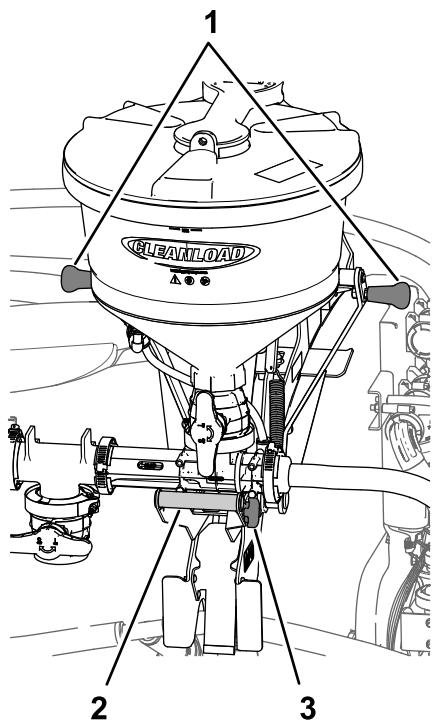
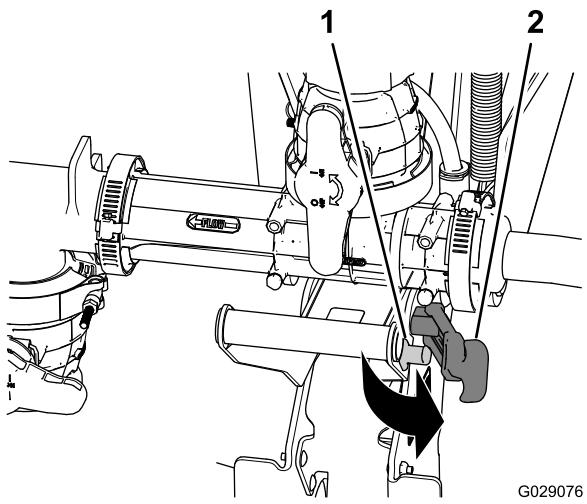
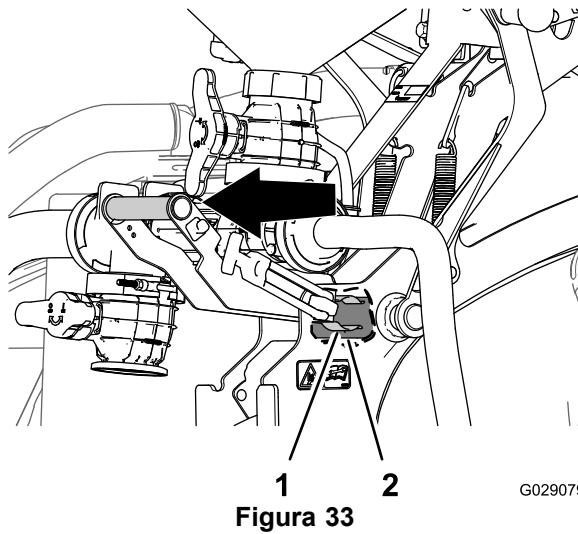
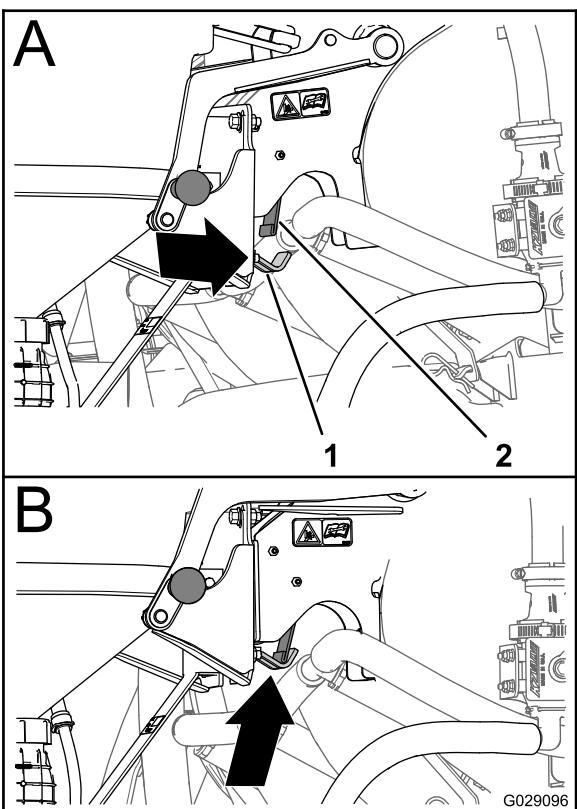

Figura 31
Figura 32
Figura 33
Figura 36
1. Agarre no manípulo do misturador e empurre a pega do trinco para fora do perno do trinco (Figura 31 e Figura 32).
2. Agarre no manípulo do misturador na parte superior da cavidade além do manípulo do misturador e puxe o manípulo do misturador para fora até que o clipe com mola se solte do tubo articulado (Figura 31 e Figura 33).
- Quando o trinco da placa posterior estiver debaixo da placa da mola (A de Figura 36), rode o manipulo do misturador para dentro de forma a que a parte do gancho do trinco fique alinhada por detrás da placa da mola (B de Figura 36).
trinco esteja alinhada para fora com a placa de mola (Figura 33 e Figura 36).
- Empurre o manipulo do misturador de forma a que o gancho suba para a barra do trinco e o clipe da mola encaixe totalmente em redor do tubo articulado (Figura 33).
- Puxe a pega do trinco para o perno do trinco (Figura 32).